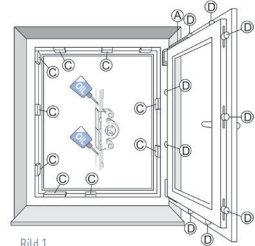

Bild 1
#### Schmierstellenübersicht (Bild 1)
Bild 1 zeigt die Anordnung der möglichen Schmierstellen, die mindestens einmal jährlich geschmiert werden sollten. Position A, C, D = Funktionsrelevante Schmierstellen
**⚠ Achtung!** Verletzungsgefahr. Das Fenster kann beim Aushängen herunterfallen und zu Verletzungen von Bild 1 Personen führen. Das Fenster zur Wartung nicht aushängen.